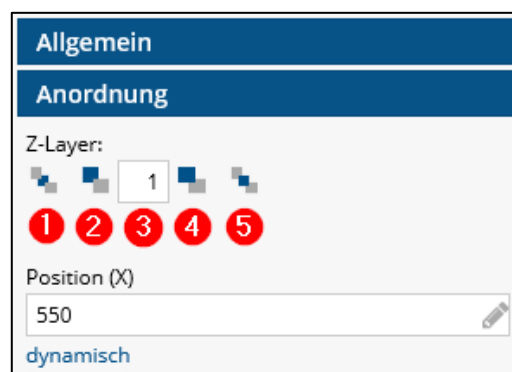

Bild 190: Funktion Z-Layer in der RISC-Ansicht
Ist ein Element markiert, erscheinen am rechten Bildschirmrand Reiter mit verschiedenen Bearbeitungsmöglichkeiten. Der Reiter **Anordnung** (zuvor **Größe**) bietet neben den bisherigen Größen- und Positionseinstellungen die Funktion **Z-Layer**. Diese Funktion gibt die Reihenfolge an, nach der sich Elemente gegenseitig überlappen. Das Element mit einer höheren Positionszahl überlappt das mit der geringeren Zahl (siehe (3) in Bild 190).